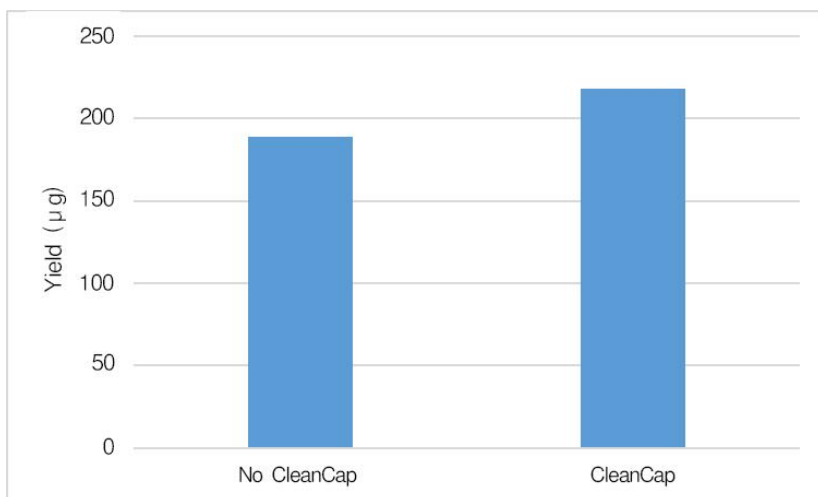

图 4 A. 使用 CleanCap Reagent AG(3' OMe)时的 RNA 产量
* 1: (TB)IOX Transcription Buffer 中含有亚精胺。亚精胺可与核酸形成复合物，在某些情况下会沉淀为不溶性物质，因此请务必按照上述顺序添加组分。
* 3: 使用 CleanCap Reagent AG[或 CleanCap Reagent AG (3' OMe)]时，请按照与 NTP 为 4/5 摩尔比（最终浓度 8 mM）进行使用（参照图 4 A/B）。